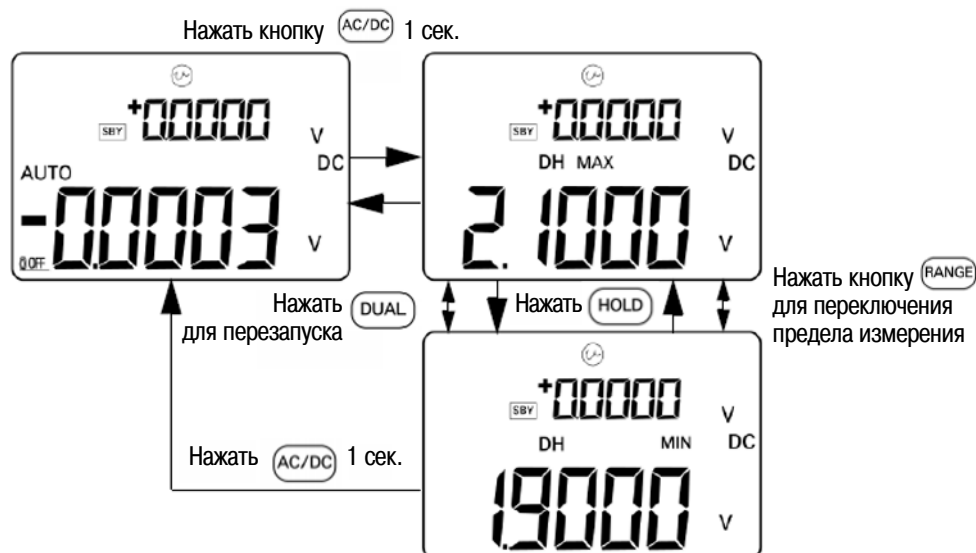

Рис. 3-10 Индикация в режиме фиксации пикового значения
2. Нажмите кнопку **(HOLD)**, чтобы вывести на индикацию положительное или отрицательное пиковое значение напряжения после ввода в действие режима измерения пикового значения. Вспомогательный индикатор **DH MAX** указывает положительное пиковое значение, а индикатор **DH MIN** – отрицательное пиковое значение (см. рис. 3-10).